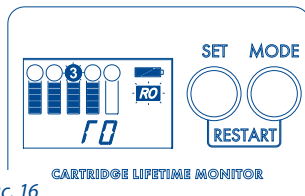

Рис. 16
e. Последовательными нажатиями кнопки SET выберите ступень, для которой Вы хотите установить режим RO (ступень с обратноосмотической мембраной). Нажмите MODE — появится надпись End. Нажмите SET — настройка будет зафиксирована (Рис. 16).